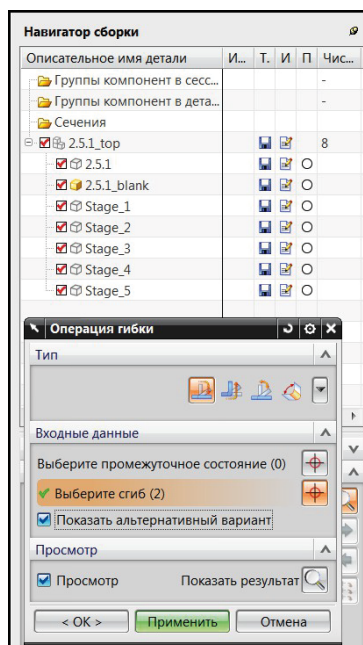

Рис. 3.21. Окно диалога «Операция гибки». «Навигатор сборки»
11. Нажмите кнопку **Операция гибки** на панели **Инструменты промежуточного состояния**. Установите тип задачи **Разогнуть сгиб**. В окне диалога щелкните по кнопке **Выберите промежуточное состояние** и укажите позицию заготовки или выделите строку в **Навигаторе сборки 2.5.1\_blank** (рис. 3.21).